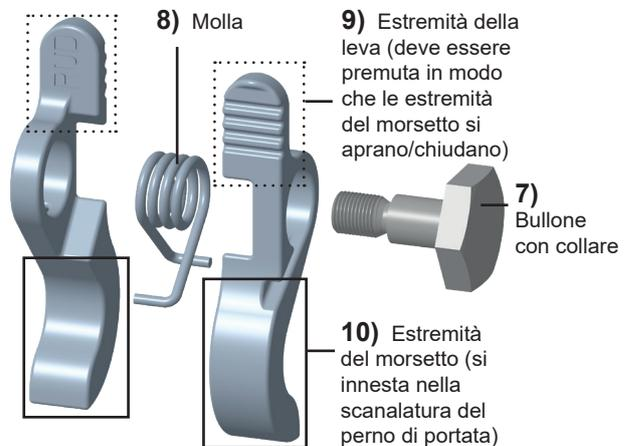

Fig. 3: Chiusura a morsetto (singole parti)
Se viene azionata solo un'estremità della leva del morsetti (Fig. 3) (1), il perno di portata rimane comunque bloccato dall'altra metà del morsetto e non può essere rimosso.